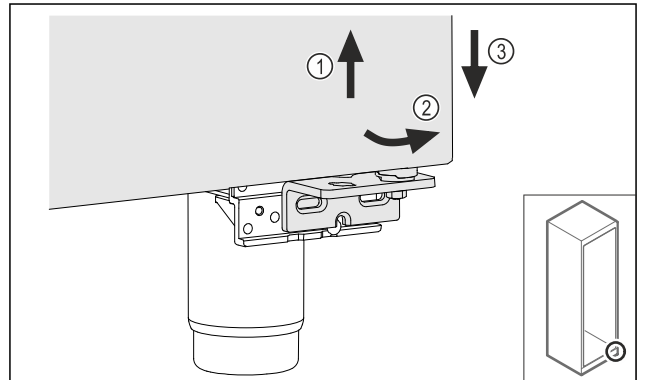

Fig. 11
- ▶ Kissé emelje meg az ajtót Fig. 11 (1), billentse előre az alját Fig. 11 (2), és eressze le Fig. 11 (3).